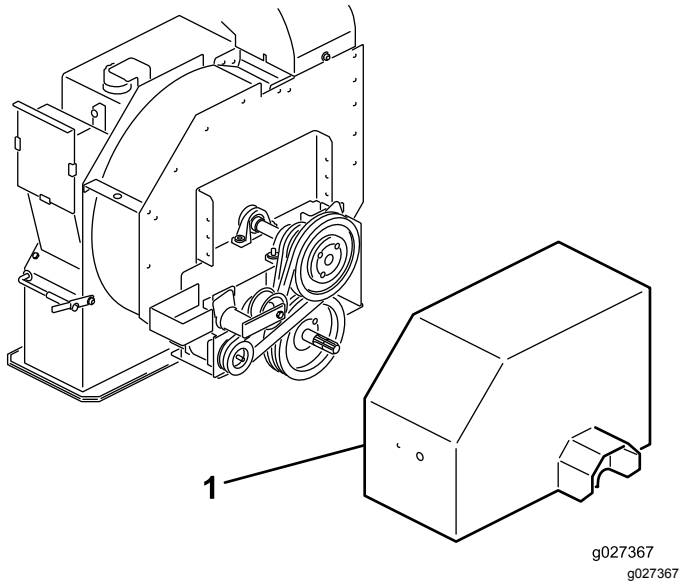

图12
1. 从皮带轮总成上卸下驱动护罩图12。
1. 卸下将驱动护罩固定至叶轮壳体的螺栓和螺母图12然后取下护罩。
2. 在机架的背面旋松将皮带张紧器固定到机架的螺栓图12。